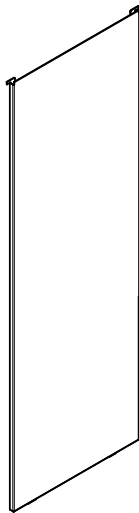
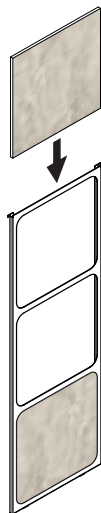

Figure 24.1
Figure 24.2
Votre appareil est expédié avec deux options de côtés, l'une est un panneau latéral complet (Figure 24.1) et un panneau latéral à tuiles (Figure 24.2). Il y en a deux chacun et il n'y a aucun côté droit ou gauche, ceux-ci pouvant donc être changés à tout moment.
3. Empilez les tuiles incombustibles dans le cadre, comme il est indiqué à la Figure 24.2.